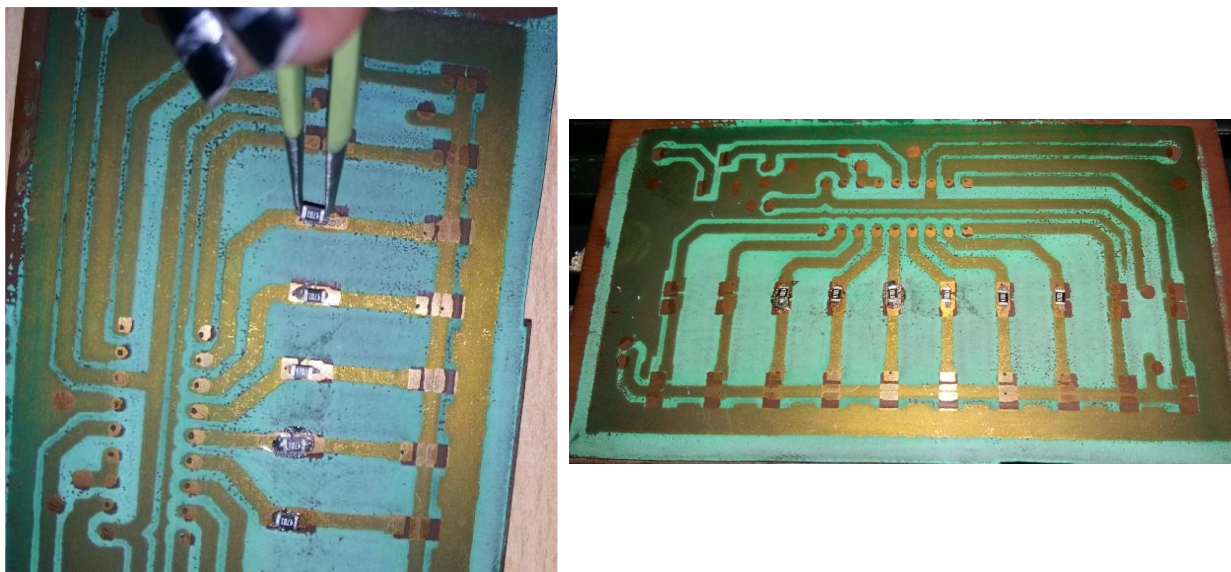

Figura 17. Ubicación de resistencias superficial.
- Ubique los componentes con la pinza de montaje superficial como se observa en la figura 17.